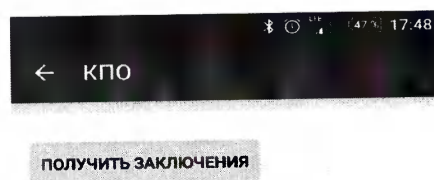

Рисунок 45 - Экран заключений без загруженных заключений
2.5.5 Для просмотра заключений необходимо перейти в меню Модуль программного обеспечения (рисунок 30) и выбрать пункт «Заключения». Как показано на рисунке 44. На экране заключений необходимо нажать на «Получить заключения» (рисунок 45). После чего будут загружены заключения Центра коллективного пользования, вид экрана с заключениями показан на рисунке 46.